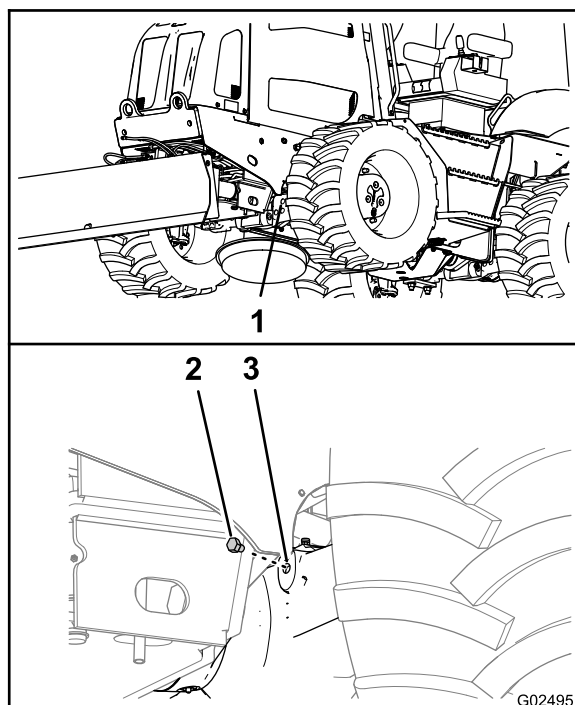
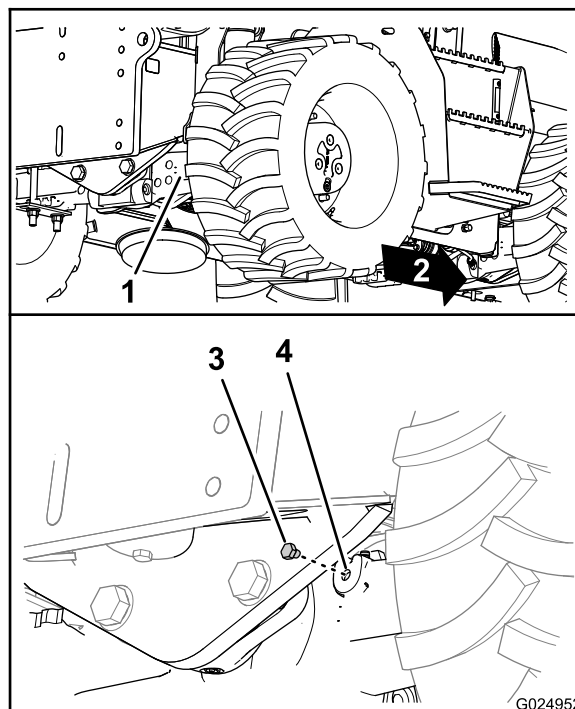

Figura 91
Figura 92
2. Retire los tapones de la mirilla de la caja de piñones del eje (Figura 91 y Figura 92).
3. Mire a través de la mirilla, y compruebe que el nivel de aceite del eje llega a la parte inferior de la rosca del orificio (Figura 91 y Figura 92).
6. Instale el tapón en la mirilla del alojamiento del piñón del eje (Figura 91 y Figura 92)